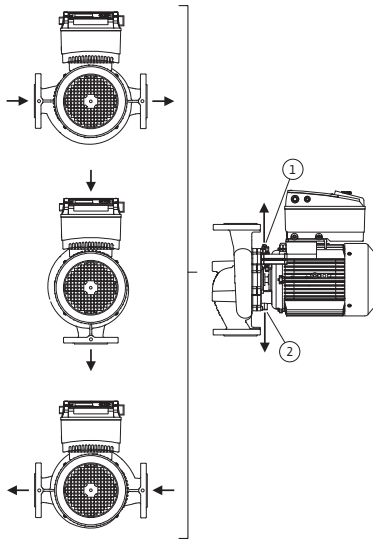

Fig. 18: Godkjente monteringsposisjoner med horisontal motoraksel
De godkjente monteringsposisjonene med horisontal motoraksel og elektronikkmodulen oppover (0°) er fremstilt i fig. 18. De godkjente monteringsposisjonene med elektronikkmodul montert på siden ($\pm 90^\circ$) er ikke avbildet. Alle monteringsposisjoner med unntak av «Elektronikkmodul nedover» (-180°) er tillatt. Lufting av pumpen er bare garantert hvis lufterventilen peker oppover (fig. 18, pos. 1). Bare i denne posisjonen (0°) kan oppsamlet kondens føres målrettet bort via en tilgjengelig boring, pumpelaterne samt motor (fig. 18, pos. 2).
- Ved horisontal motoraksel må kondenshullene posisjoneres på undersiden (fig. 18, pos. 2). Ellers må motoren dreies til respektiv posisjon.